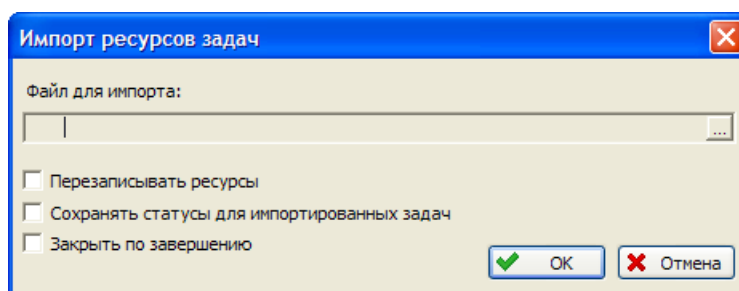

Рис. 3-39
3. В появившемся окне **Импорт ресурсов задач** (рис. 3-39) выполните следующие настройки: